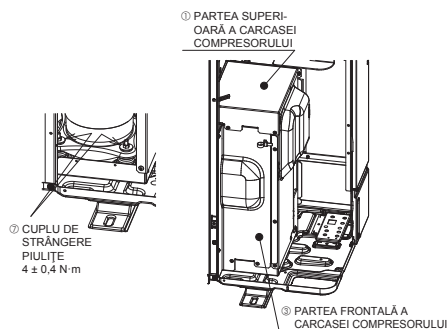

Fig. 4-2
- După demontarea pieselor fixate ale COMPRESORULUI, asigurați-vă că strângeți piulițele și că readuceți PARTEA SUPERIOARĂ A CARCASEI COMPRESORULUI și PARTEA FRONTALĂ A CARCASEI COMPRESORULUI în poziția inițială. (Fig. 4-2)